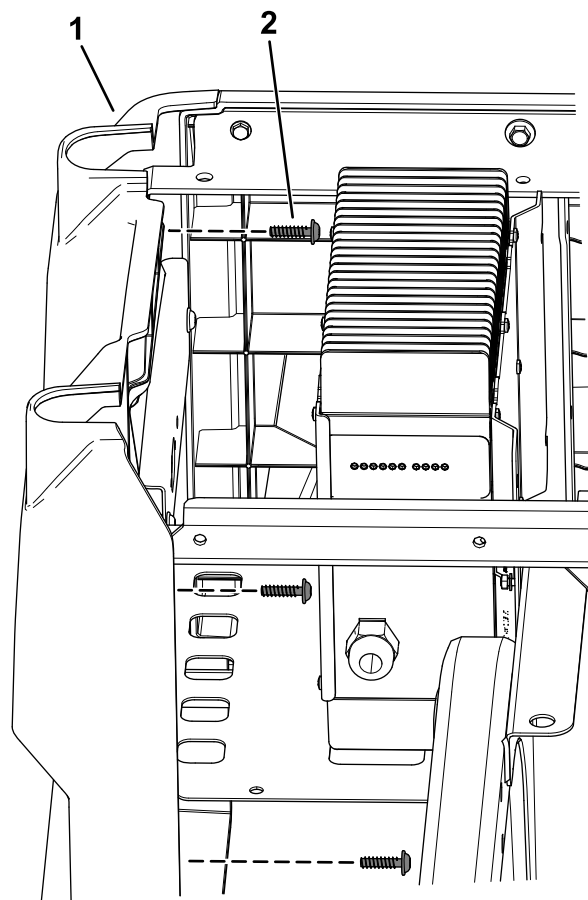

图7
3. 使用 T30 套筒扳手从左侧板上卸下 4 个梅花头螺丝 M6.0 x 22mm 然后取下左侧板图7。